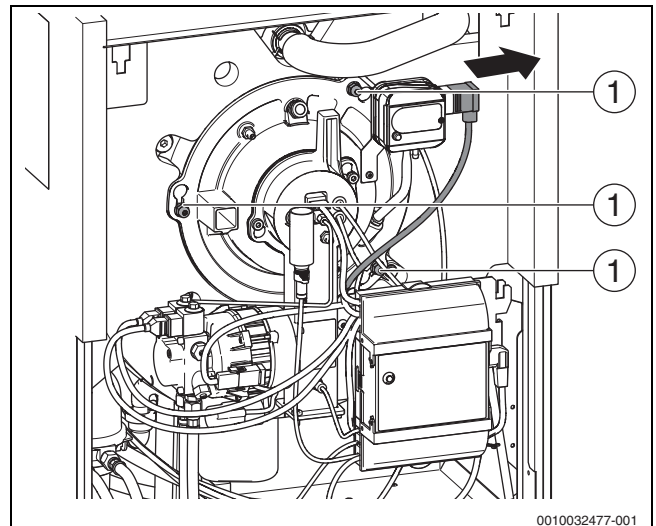

Bild 73 Muttern am Brenner
- 3 Muttern an der Bajonettbefestigung (→Bild 73) am Brennerflansch lösen.